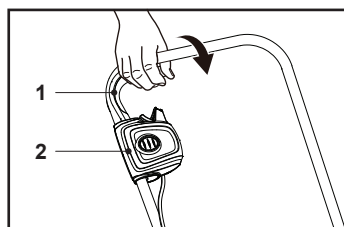

Fig. 14
2. Para apagarlo, suelte la palanca de arranque / parada (1) (Fig. 14).